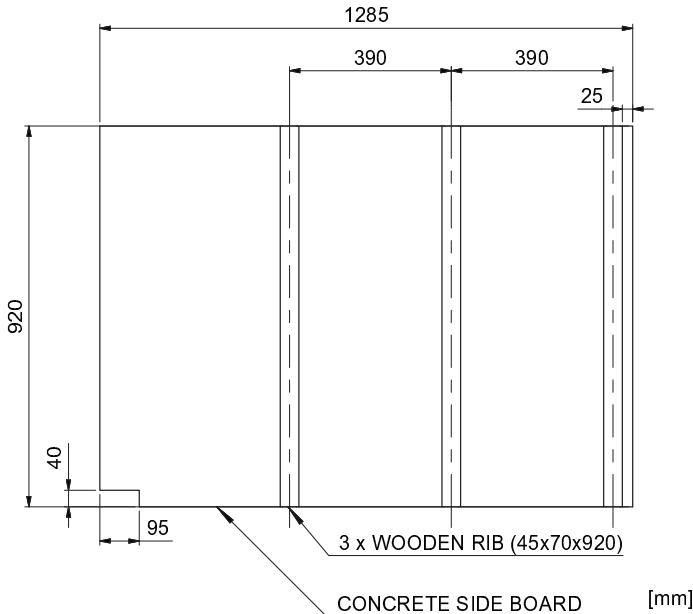

Figure 19. Dimensions de la planche latérale à béton.
- 4.2 Coupez douze cintres en bois de 70x45 de 920 mm de longueur, et coupez quatre planches dans du contreplaqué de coffrage de 18 mm conforme à la norme EN 636-3 au format 1285x920 mm. Découpez une encoche dans un angle comme illustré sur la Figure 19. Coupez quatre planches latérales identiques selon ces instructions, puis fixez les cintres sur les planches à l'aide de vis à bois comme illustré sur la Figure 19.